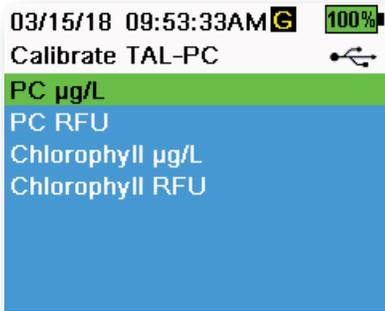
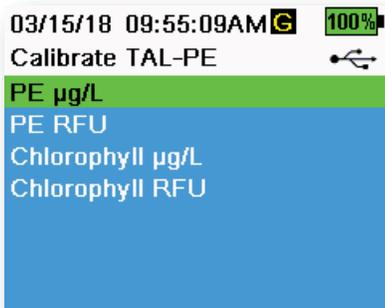

Abbildung 55 Kalibrier-Optionen für TAL-PC
Abbildung 56 Kalibrier-Optionen für TAL-PE
3. Wählen Sie den Kanal und die Einheiten aus, die kalibriert werden sollen. Optionen für den TAL-PC-Sensor werden in der Abbildung 55 angezeigt und Optionen für den TAL-PE-Sensor in Abbildung 56.